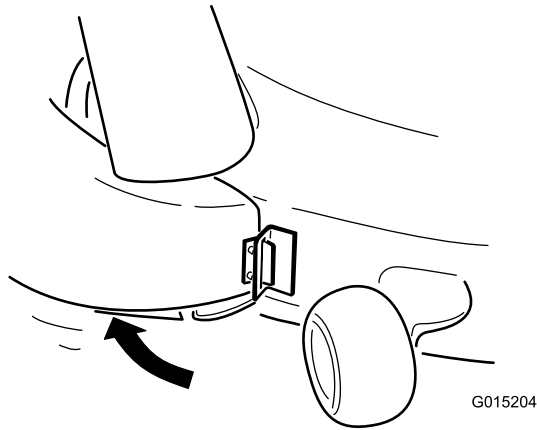
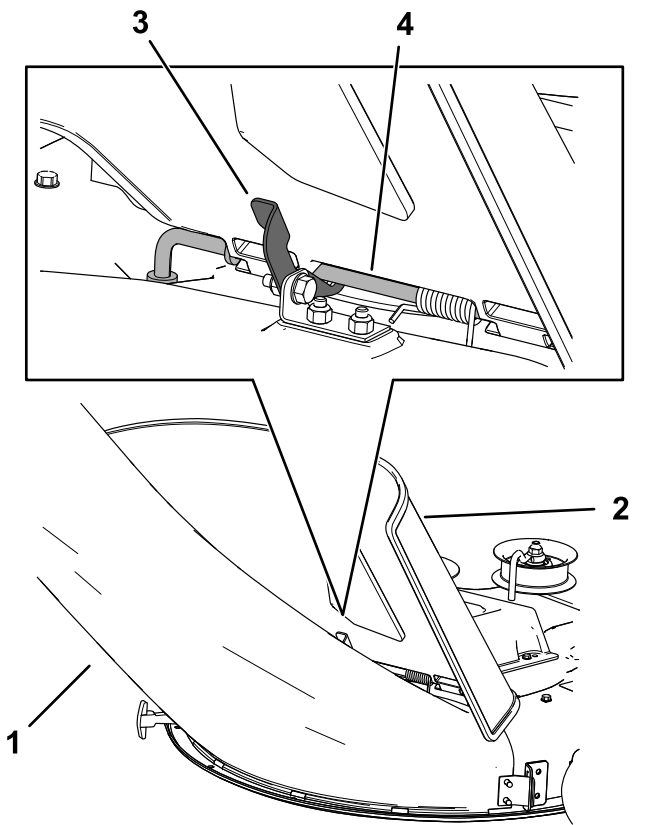

Bild 15
Bild 16
4. Haken Sie oben am Auswurfkanal den hakenförmigen Riegel um die Gelenkstange des Ablenblechs (Bild 15 und Bild 16).